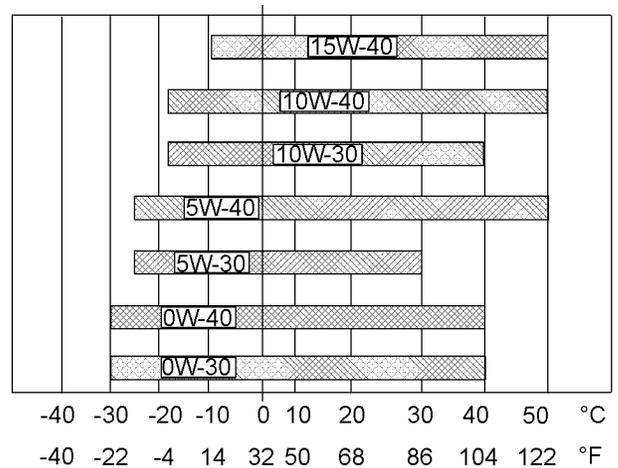

図 57 推奨油粘度 g03329707
冷めたエンジンを始動するのに必要なオイルの粘度を判断するには、図57 (最低温度)を参照してください。
想定される最高外気温でエンジンを運転する際のオイル粘度を選定するには、図57 (最高温度)を参照してください。
- 適切な“推奨油粘度”を参照してください。図57を参照して、各エンジンに適した粘度等級を確認してください。